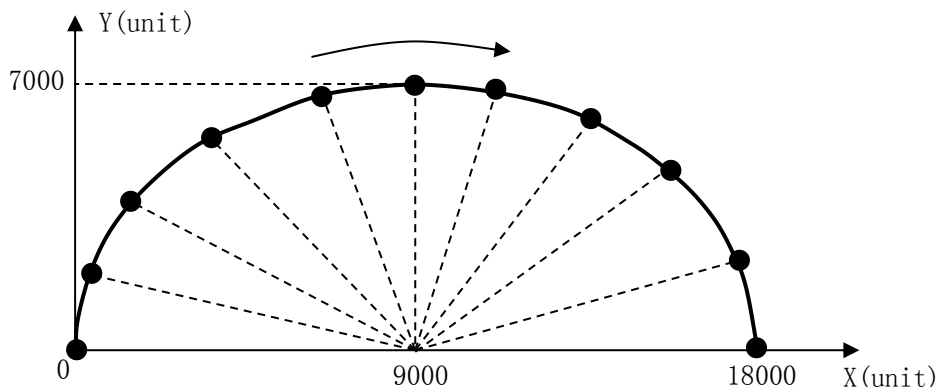

图 6.43 上半椭圆轨迹和分段
如图 6.43 所示,要控制运动平台按椭圆轨迹运动,但 EMC-E5000 控制器中并没有提供椭圆插补函数,用户可以使用 PVT 函数自己设计该轨迹。
- 1、将该轨迹分成圆弧角相等的十段轨迹，如图 6.43 所示；计算各点坐标值，即得 P 值。程序如下：